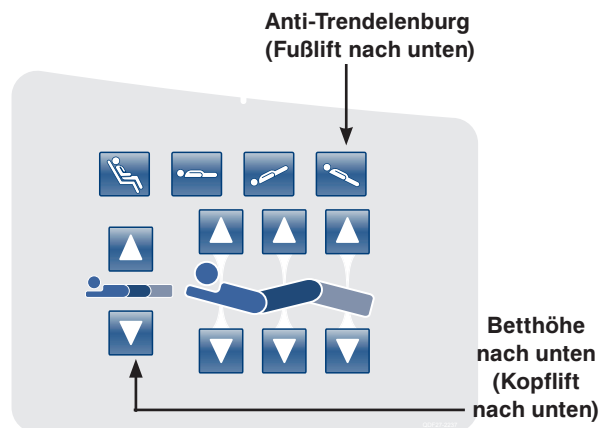

Abbildung 7: Bedienkonsole am Seitengitter des Kopfendes - (Rechte Seite abgebildet)
- Das Bett in die niedrigste Position absenken. Die in Abbildung 7 dargestellten Tasten **Betthöhe nach unten (Kopflift nach unten)** und **Anti-Trendelenburg (Fußlift nach unten)** gleichzeitig drücken.